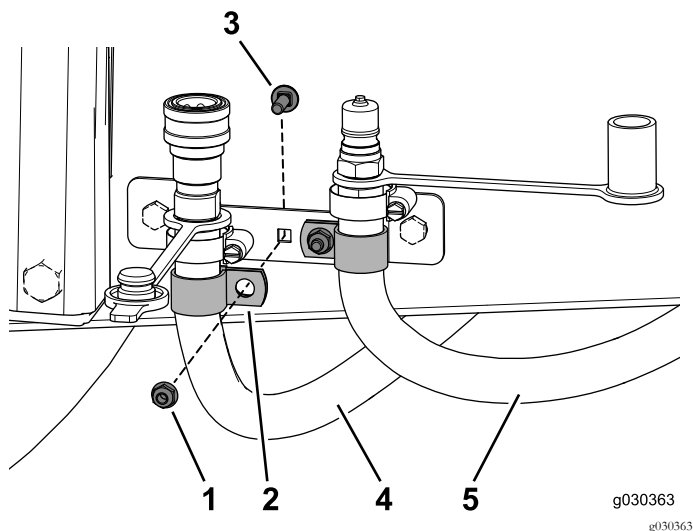

Figura 40
3. Coloque um grampo em R em torno de cada um dos tubos (Figura 40).
4. Fixe o grampo em R utilizando o parafuso de carroçaria (1/4 pol. x 3/4 pol.) e a porca flangeada (Figura 40).